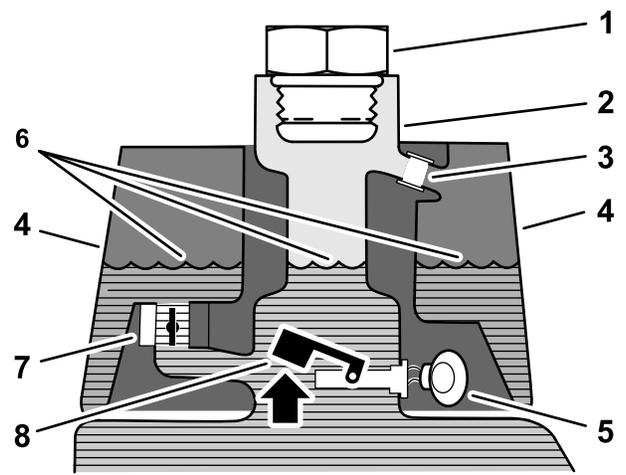

**Figure 12**
5. Placez la jauge sur le réservoir du détecteur de fuites (Figure 12).